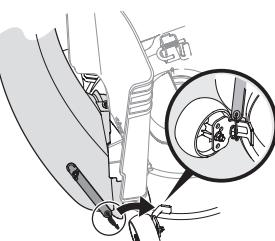
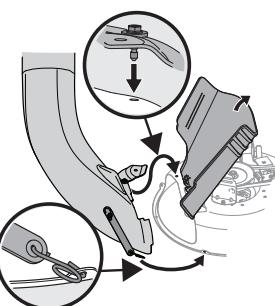

Figure 19
Figure 20
4. Relevez le déflecteur d'éjection et tenez-le, puis installez le coude de la goulotte sur l'ouverture de la goulotte en plaçant la goupille dans le trou correspondant, comme illustré dans l'encadré supérieur de la Figure 20. Fixez le coude de la goulotte au plateau de coupe en accrochant le ressort de torsion de la courroie sur le support de montage de la roue. Voir Figure 19.